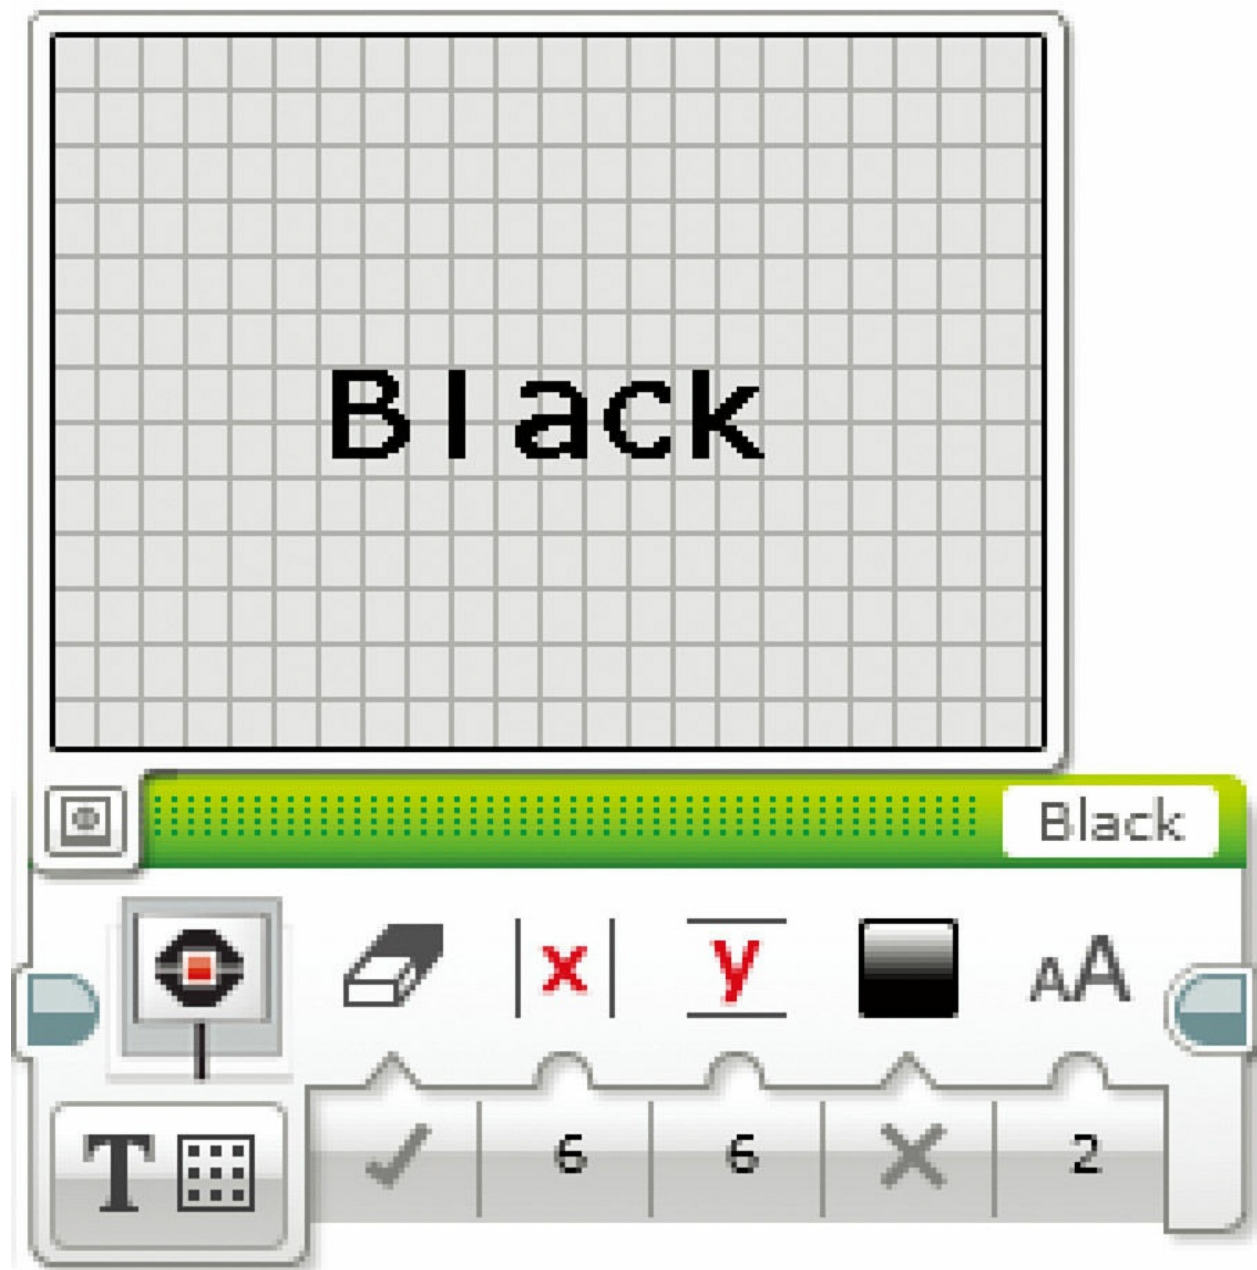

图8.28 文本居中显示了
5. 正如你看到的那样，文本全在屏幕的左上角。你可以通过x和y输入来调整此文本的位置。你可以使用模块右边尾部的“AA”输入来调整文本的大小。调整这些数字直到你对结果满意为止，如图8.28所示。